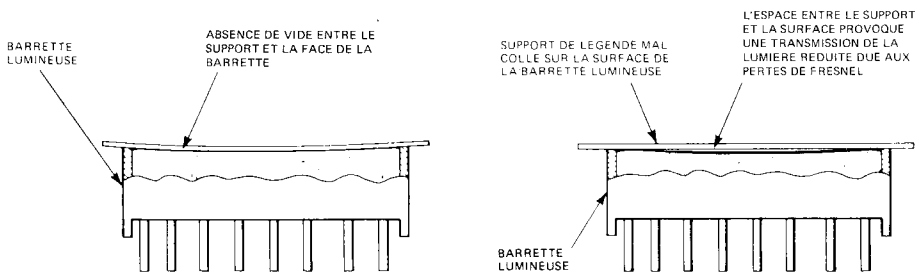

FIGURE 5 — Un support de légende bien collé sur la face élimine les pertes de Fresnel
2. Enlever la bande de protection. Aligner la légende par rapport à la face de la barrette puis la coller avec une forte pression. Il est important d'éviter tout intervalle ou toute bulle entre l'adhésif et l'étiquette d'une part, et l'adhésif et la face de la barrette d'autre part car, comme le montre la figure 5, cela réduit la transmission de lumière à travers la légende par pertes de Fresnel et rend la fixation moins solide.